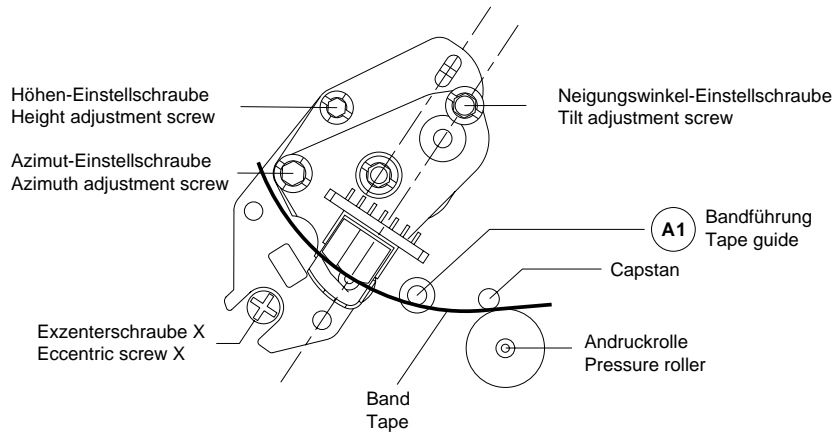

Fig. 25
- Mit der Schraube für den Neigungswinkel (Fig. 25) die Bandunterkante gut auf die Bandführung "A1" aufsetzen (das Band darf nicht an der Unterkante eingerollt sein).
- By means of the tilt adjustment screw (Fig. 25) move the tape until the lower edge just touches the tape guide "A1" (the lower edge of the tape must not bend).
- Mit der Höheneinstellschraube maximale Ausgangsspannung einstellen (Fig. 25).
- Mit der Azimuteinstellschraube auf maximale Ausgangsspannung einstellen (Fig. 25).
- Mit der Exzentrerschraube X (Fig. 25) das Trackingsignal "TRIV" (MP ∇_{05}) auf Maximum stellen (DC-gekoppelt).
- Adjust for maximum output voltage with the height adjustment screw (Fig. 25).
- Adjust to maximum output voltage with the azimuth adjustment screw (Fig. 25).
- With the eccentric screw X (Fig. 25) adjust the "TRIV" (MP ∇_{05}) tracking signal to maximum voltage (DC-coupling).